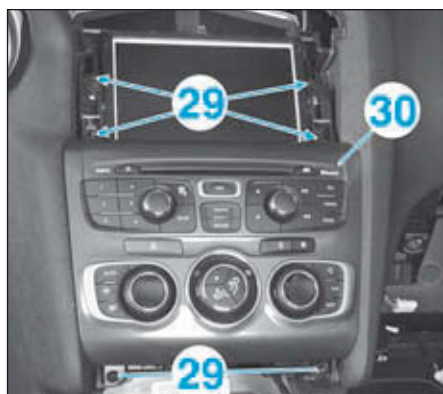

FIG.36
- Déposer les vis (29) (Fig.36).
- Débrancher et déposer la façade multifonction munie de l'écran de navigation (30).